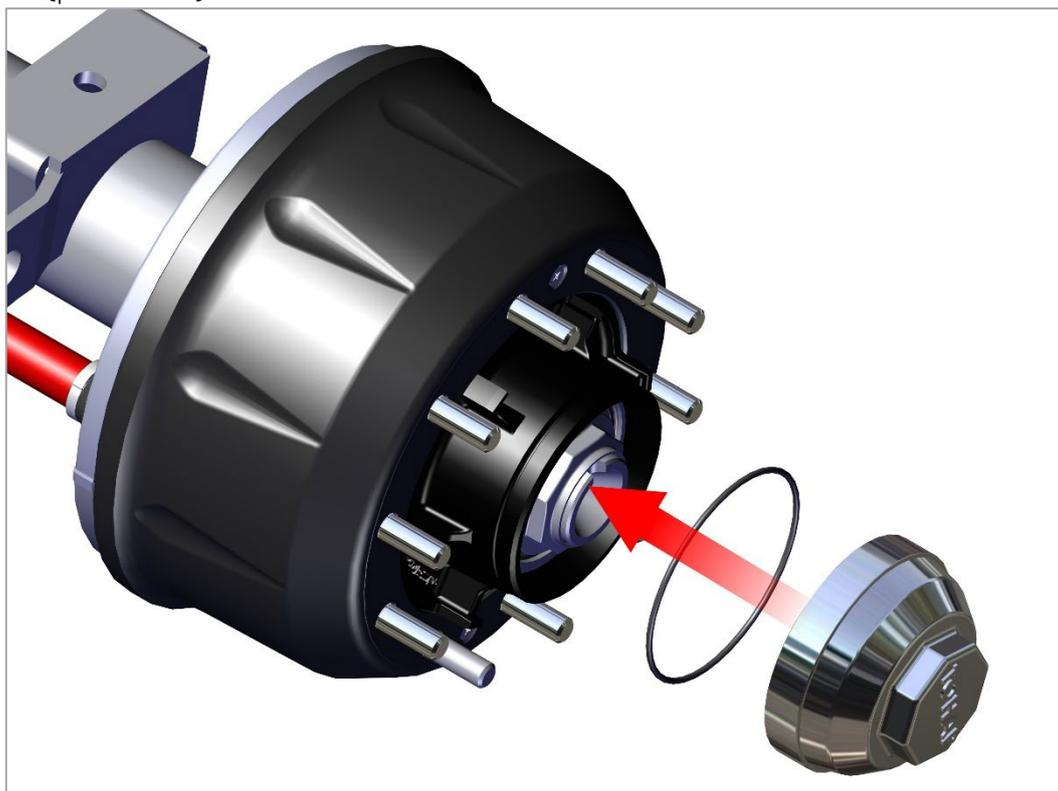

Рис. 11.2. Монтаж крышки ступицы колеса с резиновым уплотнительным кольцом
3) Установите крышку ступицы колеса с резиновым уплотнительным кольцом (рис. 11.2).